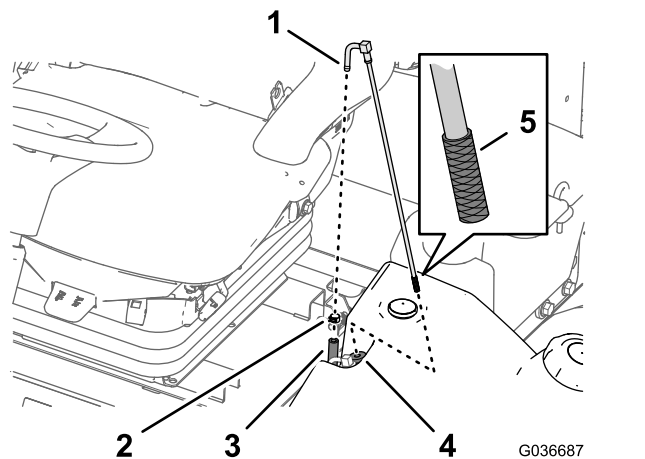

图 46
1. 取下将供油软管固定至燃油集油管接头的软管夹图 46。
2. 从接头上分开软管图 46。
3. 将燃油集油管从油箱中提起图 46。
4. 清洁燃油集油管端部滤网上的任何杂物图 46。
5. 先将燃油集油管插入橡胶轴套然后再插入油箱图 46。